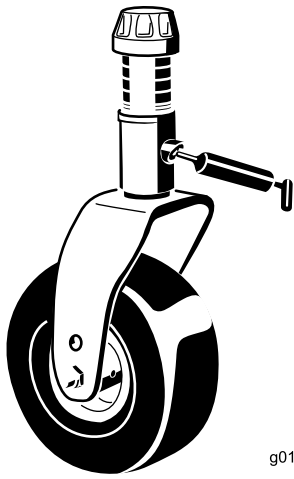

Figura 55
- Casquillo del eje de la horquilla de la rueda giratoria (1) (Figura 55)
- Casquillo del pivote del brazo tensor – situado en el brazo tensor (1)